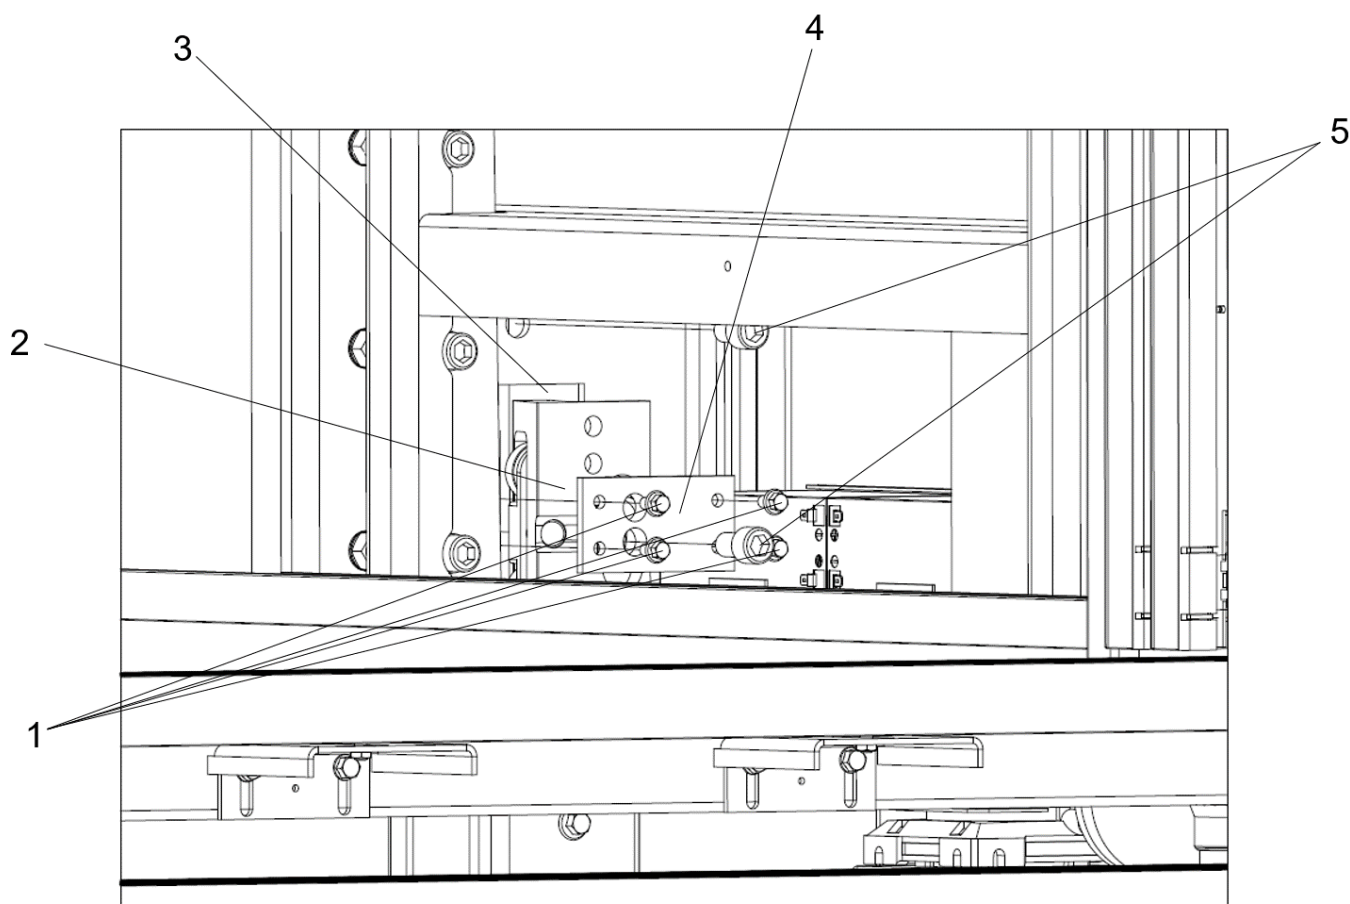

Fig. 36 Udskiftning af de nedre rullestyresko
10. Fjern de skruer (1), som holder pladen (4) foran den ene af de nedre rullestyresko (2), fra indersiden af elevatorstolen, hvis denne rulle styresko skal udskiftes, se Fig. 36.
11. Fjern de skruer (5), som holder rullestyreskoene, og fjern rullestyreskoene fra styreskinnen (3) ved at skyde dem nedad.